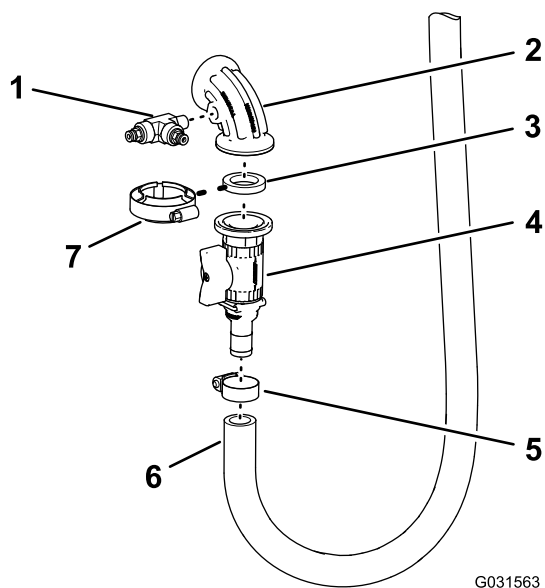

Рисунок 184
3. Нанесите тефлоновую уплотнительную ленту на резьбовые поверхности тройника (Рисунок 184), снятого при выполнении пункта 3 в разделе Отсоединение шлангов и трубок \(страница 14\).
4. Установите тройник на прямоугольное колено с боковым отверстием, как показано на Рисунок 184, и затяните фитинг от руки.
5. Установите, не затягивая, прямоугольное колено с боковым отверстием, прокладку и отсечной клапан с помощью фланцевого хомута (Рисунок 184).
6. Установите штуцер типа «елочка» отсечного клапана во впускной шланг и шланговый хомут (Рисунок 184), снятый при выполнении пункта 4 раздела Отсоединение шлангов и трубок (страница 14).